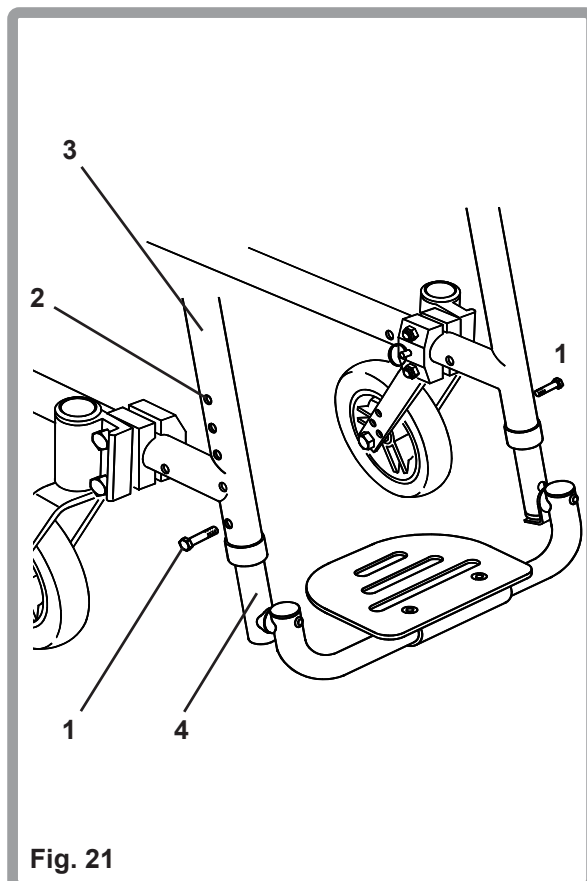

Fig. 21
Voor het afstellen van de hoogte van de opklapbare voetenplank, verwijdt u de schroef (1), zoals getoond, met een 10mm ring sleutel. Verplaats de voetenplank naar de gewenste positie, verzeker u ervan dat het gat (2) in de buitenste buis (3) in één lijn is met het gat in de binnenste buis (4). Plaats de schroef terug en draai deze vast op een aanhaalmoment van 4-7Nm (Fig. 21).